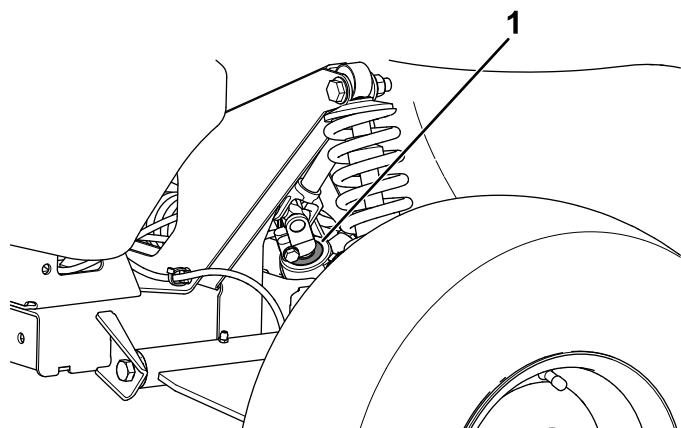

図 45
**重要** ピニオンシャフトのシールの状態と磨耗程度を点検する **図 45**。